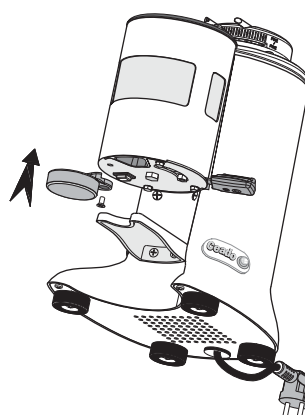

Fig. 10
- 2** Placer le tasseur et le fixer en utilisant la vis fournie (Fig. 10).